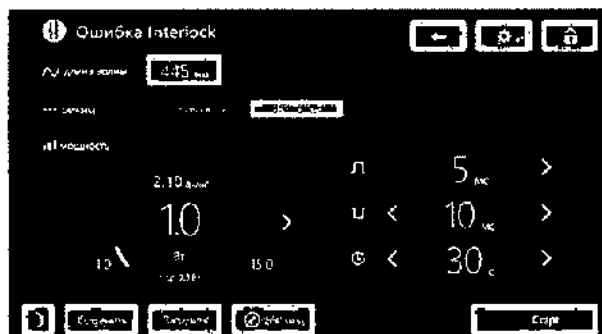

Рис. 85. Вид экрана ПО в статусе «Ошибка Interlock»
- Статус «Ошибка Interlock» (Рис. 85), предназначен для оповещения пользователя об отсутствии подключения перемычки «Interlock» (см. п. 3.6 «Подготовка Прибора к работе», стр. 47) или об открытой двери в помещение.